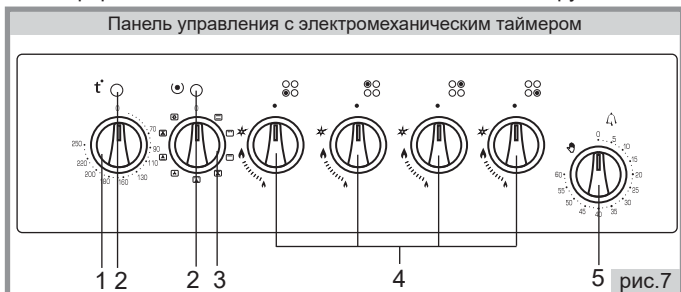

рис.7
- На рисунке панели управления (рис.7) присутствуют элементы комфортности, которые могут присутствовать на панелях различных моделей плит. Для Вашей плиты перечень элементов комфортности указан в таблице комфортности моделей плит на обложке настоящего руководства.